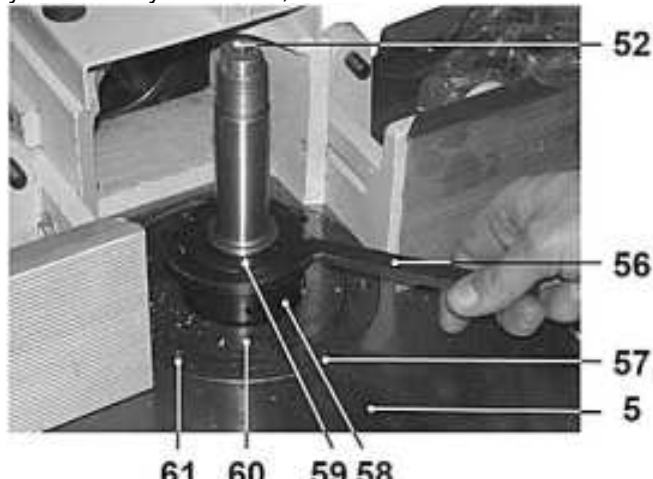

Рис. 8
8.5.4. При выполнении фрезерования не на всю высоту заготовки (например, выборка паза и т.д. - верхняя часть заготовки не обрабатывается) и при этом, высота режущей части фрезы или фрезерной головки (55) превышает размер фрезерования - необходимо извлечь кольцо (60). Опустите фрезерную головку (55) ниже плоскости рабочего стола (5), Рис.8.
упорные кольца и копируемые пальцы. На вставке (57) рабочего стола (5), Рис.8, имеются отверстия (61), которые предназначены для установки копируемого пальца. К нижней части заготовки крепится предварительно изготовленный шаблон. Обводя шаблон по копируемому пальцу, подаём заготовку и получаем нужный профиль по заданному контуру. Меняя шаблоны и режущий инструмент, можно получить различные изделия. Информацию по изготовлению и методу работы с этими приспособлениями необходимо получить в соответствующих учебных пособиях.